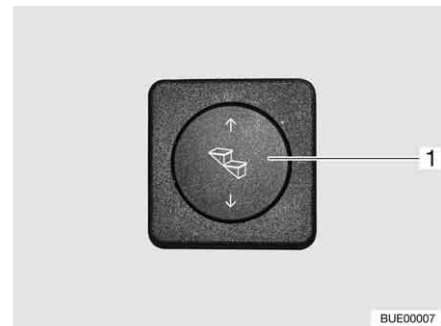

Bild 14 Manöverknapp fotsteg
- Tryck nedtill på vippknappen (Bild 14,1) och håll den intryckt (minst 3 sekunder) tills fotsteget har körts ut helt.
- Tryck upptill på vippknappen (Bild 14,1) tills fotsteget har körts in helt.